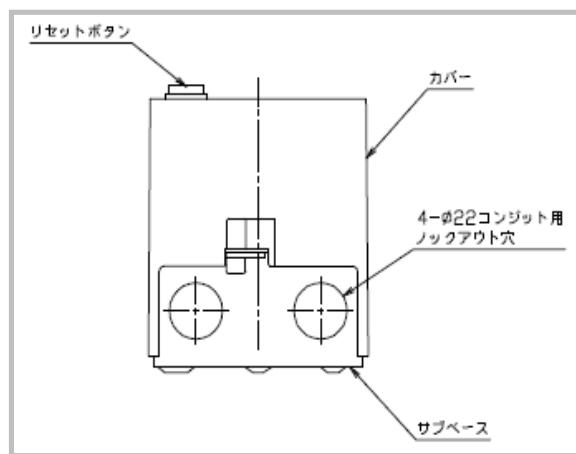

図 2
このとき、無理な力を加えないように注意してください。(参考資料:図2)
- (1) 必要に応じてサブベースのコンジット用ロックアウト穴をあけ、結線用コンジットを取り付けます。(図2・3参照)
- (2) サブベースを所定の位置にねじで固定します。